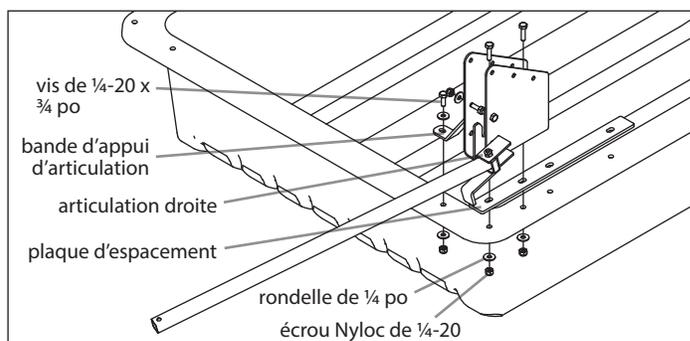

FIGURE 1
1. Attacher l'articulation gauche (11652) au traîneau avec la plaque d'espacement (11631), deux (2) vis de ¼-20 x 3/4 po, deux (2) rondelles de ¼ po et deux (2) écrous Nyloc de ¼-20. Répéter cette étape sur le côté opposé avec l'articulation droite (11653). **VOIR FIGURE 1**
2. Attacher deux (2) bandes d'appui d'articulation (11203) aux deux articulations (11652/11653) avec quatre (4) vis de ¼-20 x 3/4 po, trois (3) rondelles de ¼ po et quatre (4) écrous Nyloc de ¼-20. **VOIR FIGURE 1**